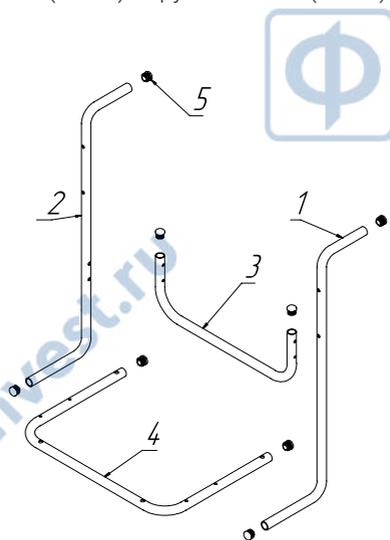

Рисунок 2.5 – Сборка подвижного основания
1) Установите заглушки (поз. 5) в торцы ручки левой (поз. 1), ручки правой (поз. 2), трубы поперечной (поз. 3) и трубы нижней (поз. 4) так, чтобы не осталось щелей (рисунок 2.5).